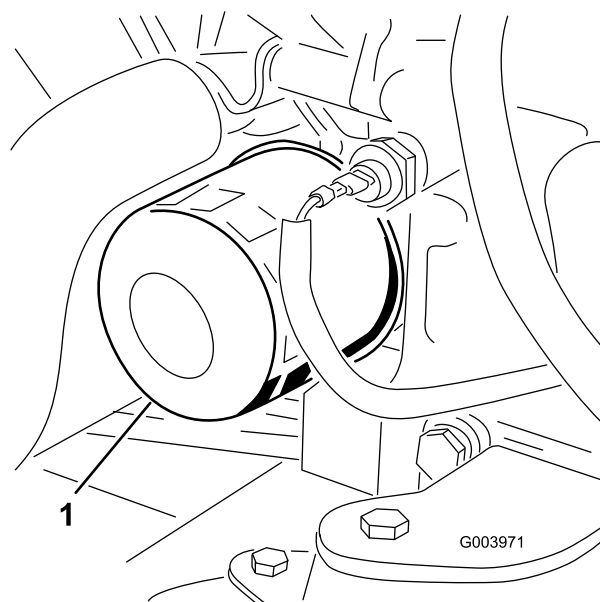

Figura 78
3. Retire o filtro do óleo (Figura 78).